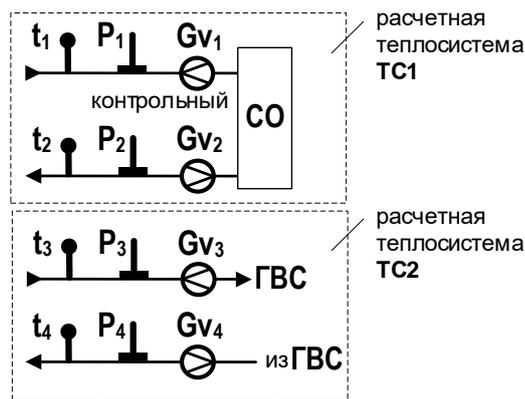

Рис.14. Структурная схема системы теплочета с обозначением А6.
- найти в Приложении Е ч.II РЭ рисунок со структурной схемой, например, обозначенной **А6**, совпадающей со схемой контролируемой ТС. Структурная схема выбранной системы теплоучета показана на рис.14.